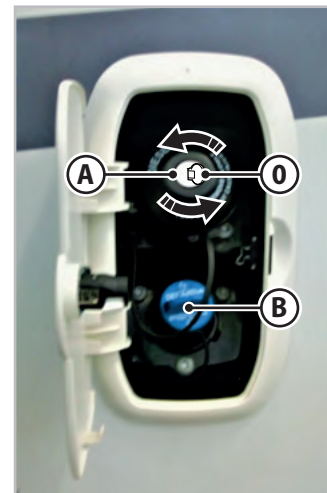
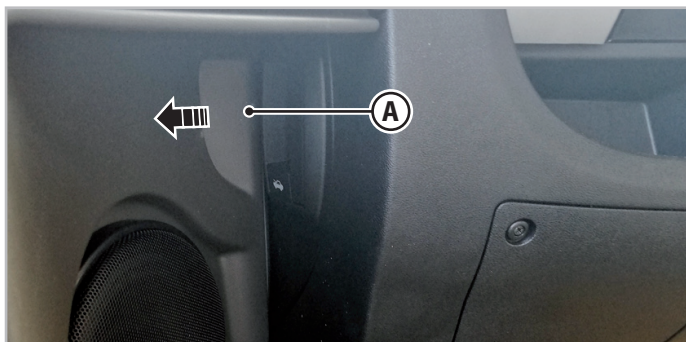

Fig. 5.7 - Drivstofflokk
Fig. 5.8 - Spak for åpning av panser - Type A
Slik åpner du tanklokket (Fig. 5.7):
Slik lukker du tanklokket (Fig. 5.7):
For å åpne hetten (**B** - Fig.5.7) på AD-BLUE-tilsetningsstoffet, vri hetten i retning mot klokken og trekk den ut. Fortsett deretter med fylling av drivstoff. Utfør operasjonen i motsatt rekkefølge for å lukke den.
1. Trekk spaken **A** (Fig.5.7 og Fig.5.8, avhengig av bobiltype), som er plassert til venstre for rattstammen, i pilens retning.